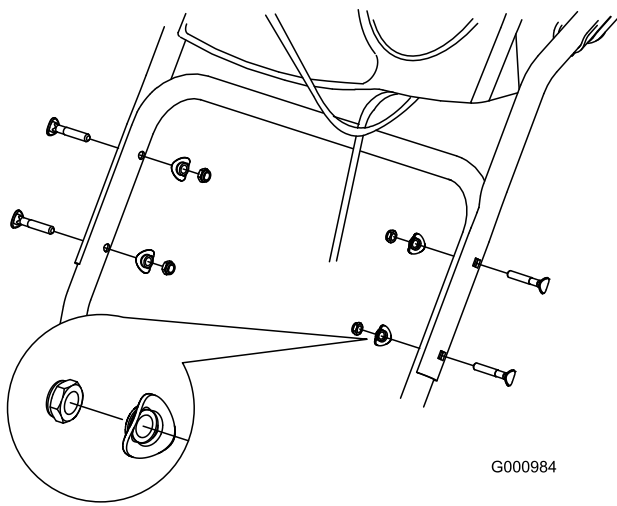

Figura 4
2. Sujete el manillar superior con 4 pernos, 4 arandelas curvas y 4 contratuercas de la bolsa de piezas sueltas (Figura 4).